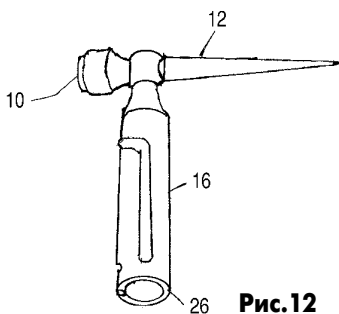

Рис.12
**Молоток для туристов** описан в патенте США 2001/0032366 (2001 г.). Молоток состоит из двух частей: головки 10 и ручки 16 (рис.12), которые отсоединяются друг от друга, и головка прячется в ручку для хранения и перевозки. В головке имеется наконечник 12 для пробивания отверстий в твердом грунте для колышков палатки. Кроме того, колышки можно удалять, захватывая их верхнюю часть кольцом 26.